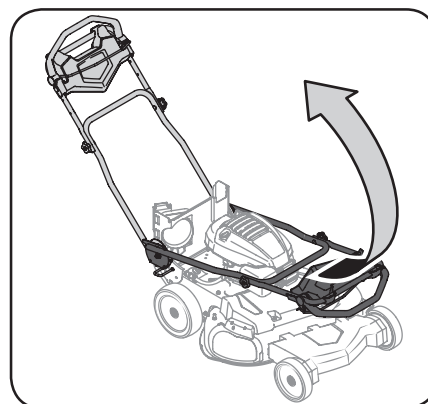

Figure 2-2
3. Faites pivoter la poignée à la position de fonctionnement. Prenez garde de ne pas coincer ou endommager les câbles. Voir Figure 2-2.